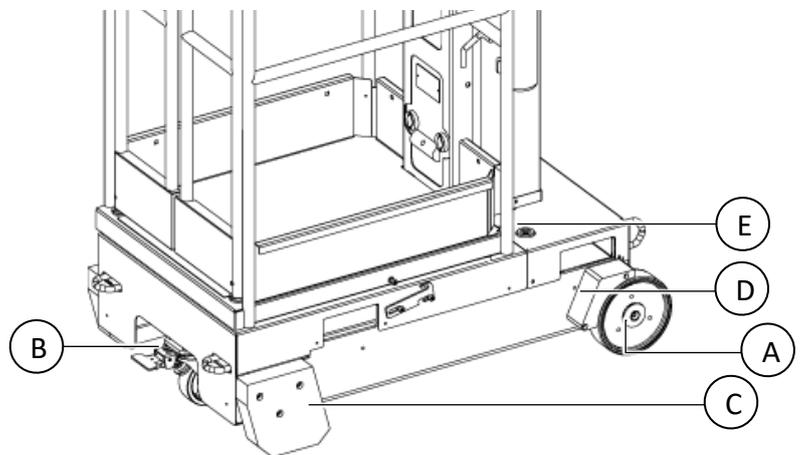

Abb. 9
- Vergewissern Sie sich, dass die Vorderräder (A Abb. 9) und das hintere Schwenkrad (B Abb. 9) nicht beschädigt sind. Überprüfen Sie die Räder auf Beschädigungen und stellen Sie sicher, dass sie sich frei drehen können. Stellen Sie sicher, dass die Gummibereifung keine Schnitte oder Abnutzungsspuren aufweist, die tiefer als 4 mm sind. Der ursprüngliche Durchmesser der Vorderräder beträgt 200 mm, während das Hinterrad einen Durchmesser von 100 mm hat. Überprüfen Sie die Muttern, die die Hinterräder fixieren, um sicherzustellen, dass sie sich nicht gelockert haben.
- Überprüfen Sie die Vorderradbremse (C Abb. 9) auf ihre korrekte Funktionsweise. Steigen Sie hierzu in den Korb und heben Sie ihn um etwa 10 cm an (siehe Abs. 2.2.3).
- Überprüfen Sie die Bremse des hinteren Schwenkrads auf ihre korrekte Funktionsweise (Abb. 9). Drücken Sie auf das Pedal und vergewissern Sie sich, dass sich der Korb nicht bewegt.
7. Überprüfen Sie beim Einsteigen in den Maschinenkorb, dass das am Schwenkrad montierte Federsystem die 2 StabilisierungsfüÙe (D Abb. 9) auf den Boden aufsetzt. Die StabilisierungsfüÙe müssen gut an der Basis der Maschine befestigt sein und fest auf dem Boden stehen.
8. Überprüfen Sie, ob die Wasserwaage intakt und funktionsfähig ist (E Abb. 9).